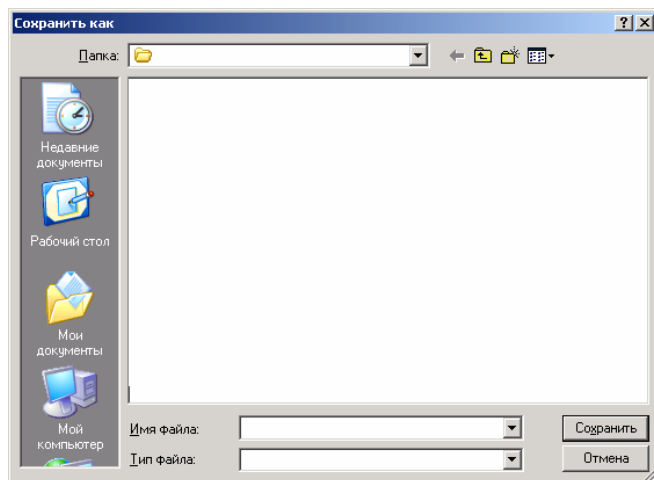

Рис.37
- **Кнопка «В файл».** Сохраняет в отдельном файле содержимое таблицы «Данные квартир» и области «Квартирные ключи». Нажатие кнопки вызывает стандартное окно сохранения, в котором указывается имя сохраняемого файла и адрес его размещения (рис.37).